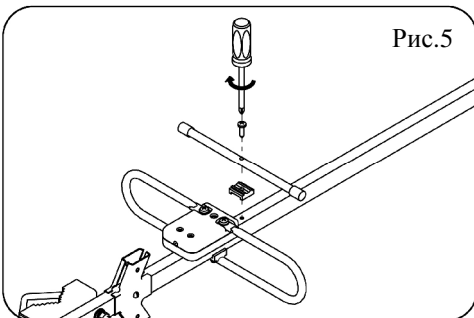

Рис.5
5.7.Установить трубчатый директор согласно рис.5,используя для крепления самонарезающий винт№4. Между штангой и директором поставить пластмассовую подкладку.